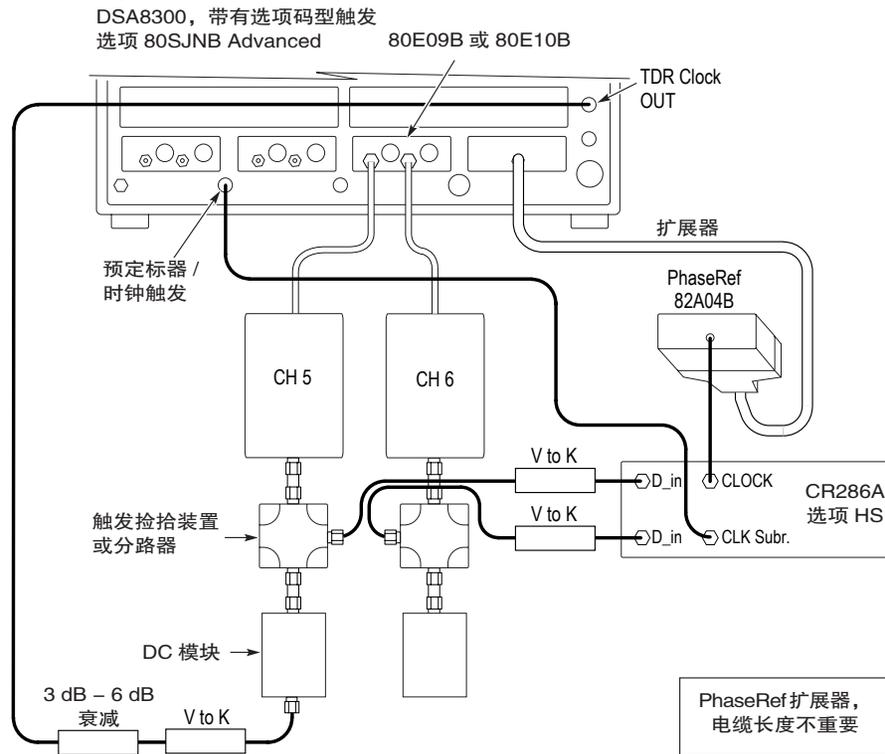

图 8. 垂直校准的系统设置，步骤 C。
- 把输入直接连接到示波器通道 5 上7，经电缆连接示波器前面板上的“TDR Clock OUT” SMA。参见图 8。
7 直接：应没有 DC 模块、没有分路器或“T”拾拾装置。在需要时应使用 V 连接器 (即 1.85mm 连接器) 到 K/SMA 适配器；参见“图 8. 垂直校准的系统设置，步骤 A”，参见第 5 页附录。
- 使用 DC 模块 ( 在使用 DC 模块时 ) 或触发拾拾装置 T ( 在使用触发拾拾装置 T 时 ) 连接示波器的 C5，如图 8 所示。